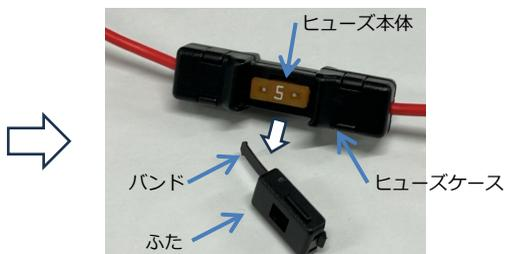

図 2
- ② ヒューズ本体をつまんで、ヒューズを矢印の方向に引き抜いてください。(図2)